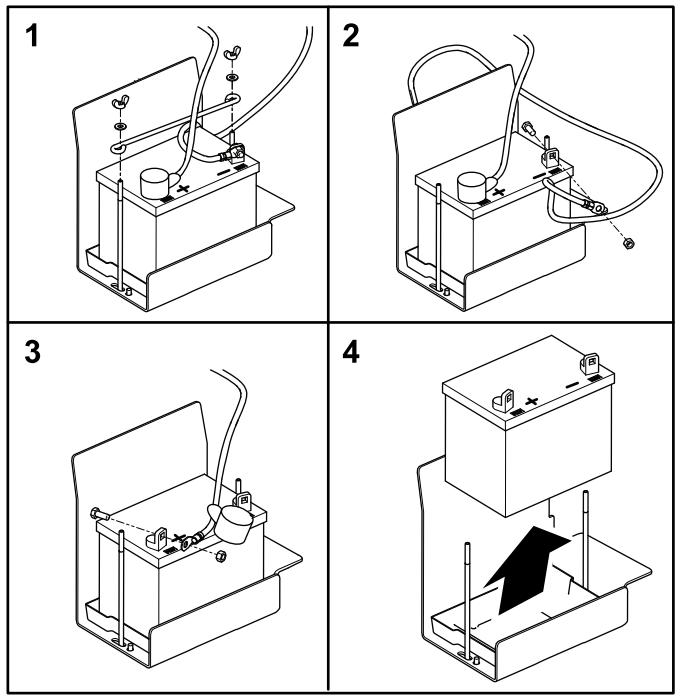

Figure 51
2. Retirez les écrous à oreilles et les rondelles qui fixent la barre de maintien de la batterie (Figure 51).